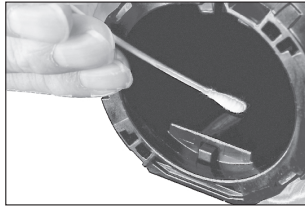

图18 标定帽清洁
■ 使用一个干净的干的棉签，粘上异丙醇到光源探头轻轻擦拭，如图18所示